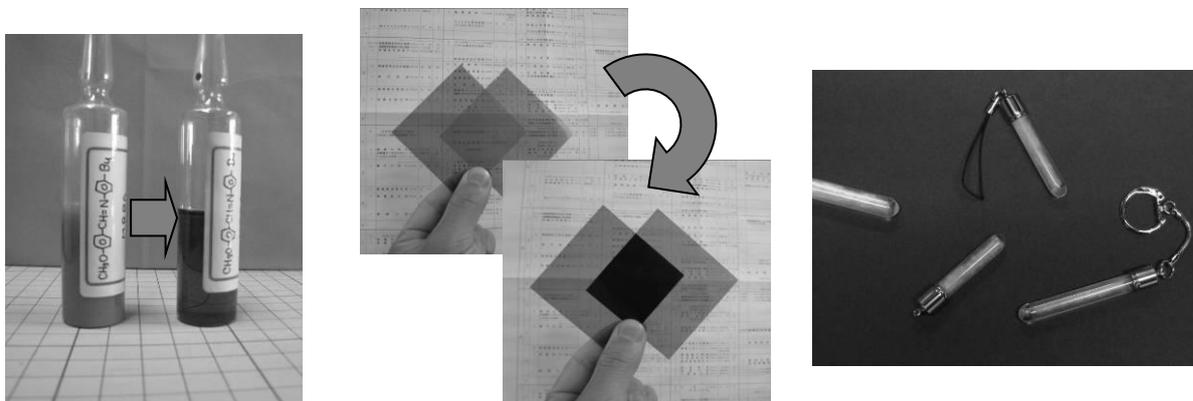

図3 実験の内容
実験① 温度で (液晶→透明液体) に状態が変わる液晶 (図 3 左)
また、その後の実験で偏光フィルターを使った実験 (図 3 中央)、液晶ディスプレイを加熱する実
ヒドロキシプロピルセルロース（粉末）を水と混ぜて液晶をつくり、その液晶をガラス管に封じて液晶の入ったキーホルダーを作った。（図3右）また、その液晶を温めたり、冷やしたりして色の変化を観察した。